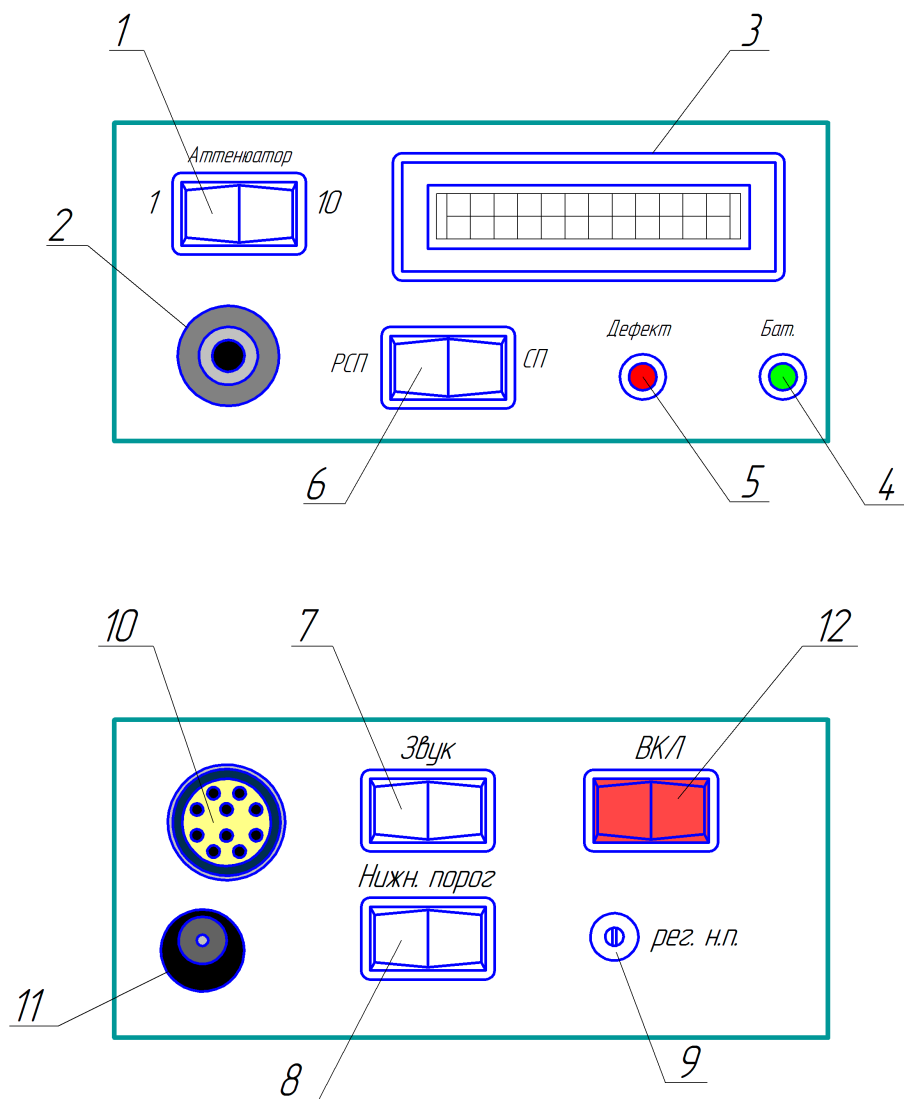

Рис. 2 Органы управления и индикации дефектоскопа
- 4.3. Расположение блоков управления, регулировки и индикации дефектоскопа указаны на Рис. 2.
6.1.1. В электронном блоке дефектоскопа установлен съемный литий-ионный аккумулятор типоразмера 18650, емкостью 3200 мАч. С завода-изготовителя аккумулятор поставляется в разряженном состоянии. Перед началом работы он должен быть предварительно заряжен. Для этого подключить ИПС и включить дефектоскоп клавишей 12, рис.2. Процесс зарядки сигнализируется непрерывным горением светового индикатора 4, рис.2. После завершения зарядки индикатор 4 погаснет. Вышедший из строя в ходе длительной эксплуатации аккумулятор может быть заменен на аналогичный.
6.1.2. Подключить к электронному блоку дефектоскопа (Рис. 2, поз. 10) преобразователь (тип преобразователя определяется в зависимости от типа контролируемого изделия в соответствии с разделом 8).
6.1.3. Включение дефектоскопа производится клавишей 12, рис.2.
6.1.4. Разряд аккумулятора сигнализируется миганием индикатора 4, рис.2. Для зарядки нужно подключить ИПС.
8.2.2. Положение переключателя АТТ (Рис. 2, поз. 1) выбирать таким образом, чтобы получить минимальный разброс показаний в допороговой зоне стрелочного индикатора, при этом ручка потенциометра АТТ (Рис. 2, поз. 2) не должна находиться в крайнем правом положении.
8.3.4. Для контроля изделий с глубиной залегания дефектов до 1 мм подключить нижний порог переводом переключателя НИЖН. ПОРОГ (Рис.2, поз. 8) в положение 1.
8.4.1. Перевести переключатель РСП-СП (Рис. 2, поз. 6) в положение СП.